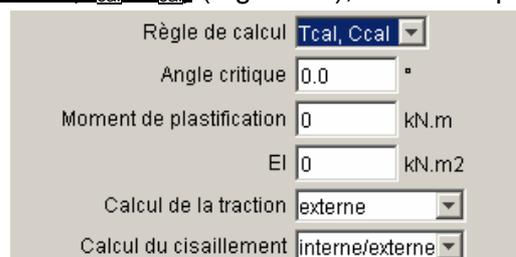

Figure 49 : boîte de dialogue Renforcements : onglet 1 (clous), avec règle de calcul (T_{cal} , C_{cal})
- ⇒ Si la règle de calcul est (T_{cal} , C_{cal}) (Figure 49), il faut compléter :